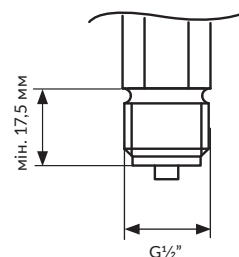

Рис. 3. Зовнішня нарізь G $\frac{1}{2}$ " за EN 837-1
- манометр G $\frac{1}{2}$ " за PN-EN 837-1 (Рис. 3) - ущільнювальна прокладка,